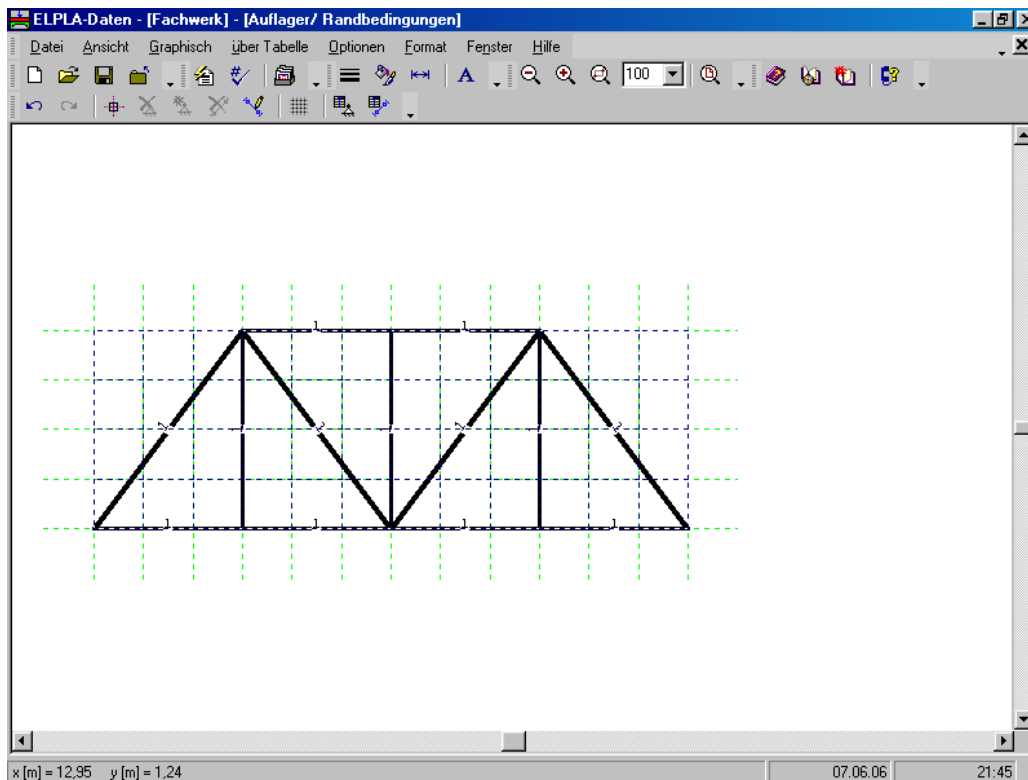

Bild 6-20 Stäbe im Fenster des eingebetteten Programms "Daten der Auflager/ Randbedingungen"
Nach dem Klicken von "OK" im Dialogfeld "Zeichnungsparameter" sollte der Bildschirm wie das folgende Bild 6-20 aussehen.
- Wählen Sie den Befehl "Knoten markieren" aus dem Menü "Graphisch" im Bild 6-20. Wenn der Befehl "Knoten markieren" gewählt wird, ändert sich der Cursor von einem Pfeil zu einem Kreuz
- Wählen Sie den Befehl "Gelenke" aus dem "Graphisch"-Menü im Bild 6-20. Wenn der Befehl "Gelenke" gewählt wird, ändert sich der Cursor von einem Pfeil zu einem Kreuz